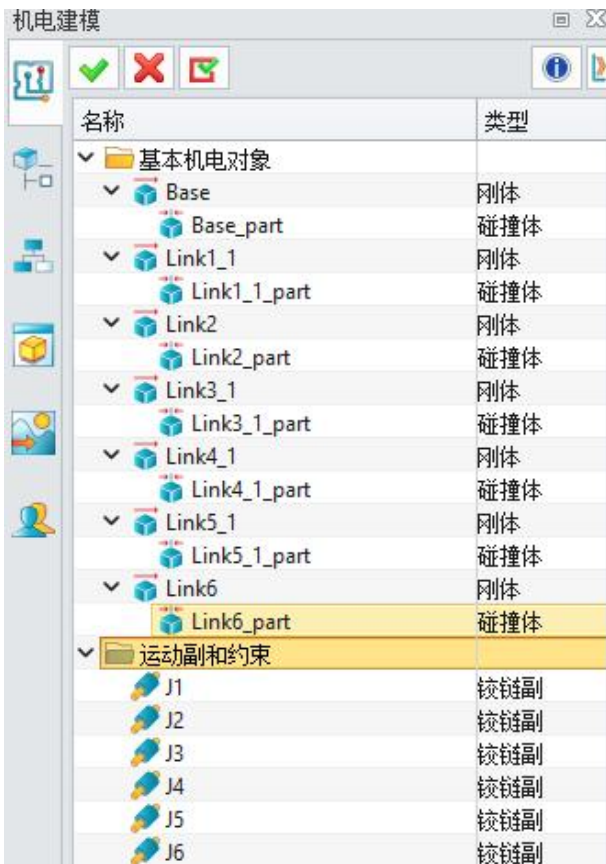

图 8-13: 六个铰链副
- 添加刚体后，七个关节对象的组件详细信息将会显示（图 8-13）。